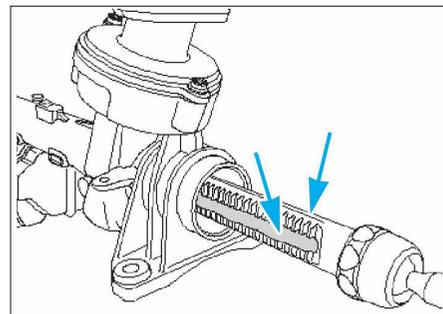

FIG. 11
- graisser la crémaillère exclusivement avec la graisse fournie avec le kit de réparation (VW G 052 192 A1) (Fig.11), en braquant la crémaillère de butée à butée.